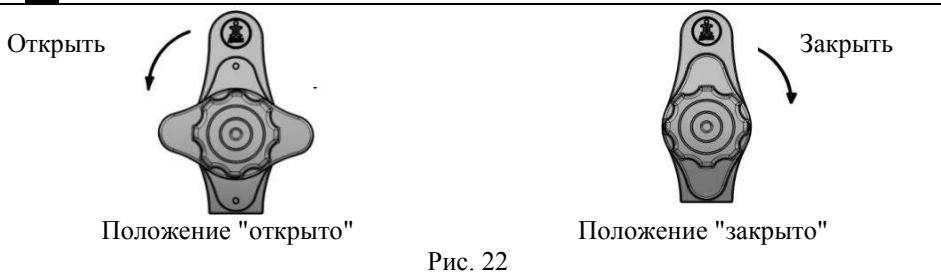
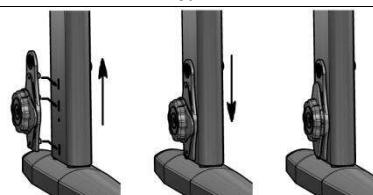

Рис. 22
Рис. 22a
6.4.1. Повернуть корпус фиксатора на замке стойки против часовой стрелки в положение "открыто" (см. рис. 22), приподнять основание стола вверх (см. рис. 22a, 23), вытащить замок стойки, поднять (опустить) основание стола до нужной высоты, совместив пазы в кожухе и стойке, вставить замок стойки в совмещенные пазы стойки с кожухом, опустить основание стола до упора, повернуть корпус фиксатора по часовой стрелке в положение "закрыто" (см. рис. 22). **Регулировку стола следует производить одновременно с двух сторон.**